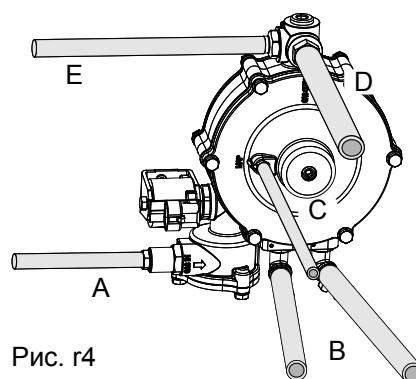

Рис. r4
- К выпускной газовой магистрали регулятора (D на рис. r4) должны последовательно подсоединяться следующие компоненты: фильтр (дополнительный), датчик давления/температуры и устройство дозирования газа. Особое внимание следует уделять предотвращению перекручиваний или вздутий на трубопроводах/шлангах.